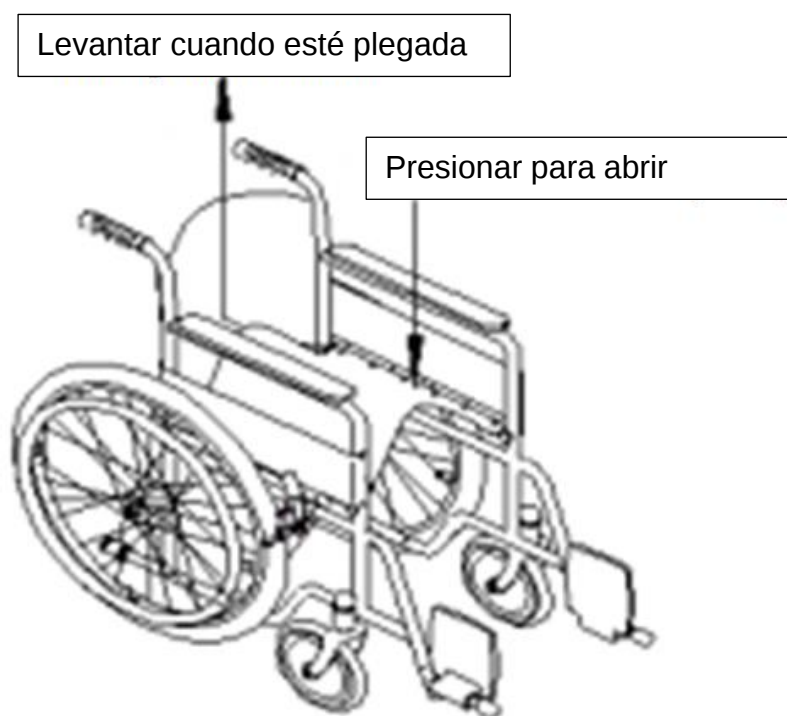

Figura 2
- Cuando abra la silla de ruedas, puede presionar ambos lados o un solo lado del asiento, lo que facilita su apertura; al plegar la silla de ruedas, levante primero el reposapiés, luego sujete el cojín y levántelo, lo que facilita su plegado. (Ver figura 2)